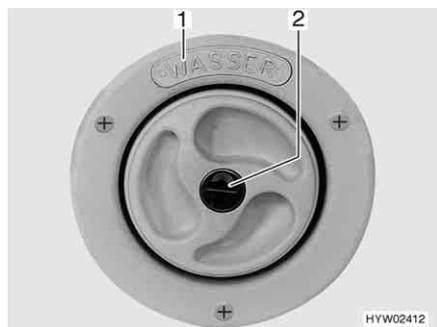
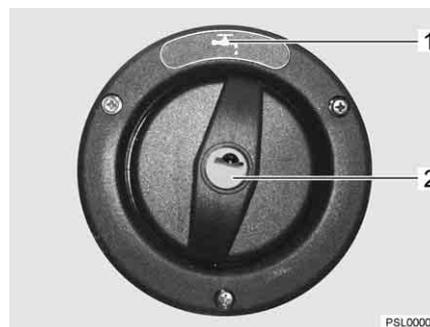

Fig. 219 Couvercle de fermeture pour bec de remplissage d'eau potable
Fig. 220 Couvercle de fermeture pour bec de remplissage d'eau potable (alternative)
Le bec de remplissage d'eau potable porte l'inscription "WASSER" (eau) (Fig. 219,1) ou le symbole "☕" (Fig. 220,1). Le couvercle de fermeture est ouvert et verrouillé à l'aide de la clé pour les serrures extérieures.
- Insérer la clé dans le barillet (Fig. 219,2 ou Fig. 220,2) et la tourner d'un quart de tour dans le sens inverse des aiguilles d'une montre.